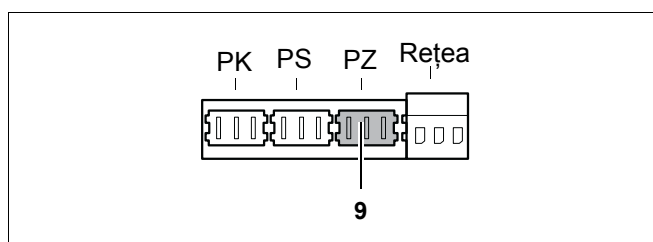

Fig. 41 Regletă – Pompă de recirculare de 230 V (culoare de racord lila)
- Racordați pompa de recirculație la borna PZ lila (Fig. 41, **Poz. 9**). Consumul de putere maxim admis al pompei = 250 W.